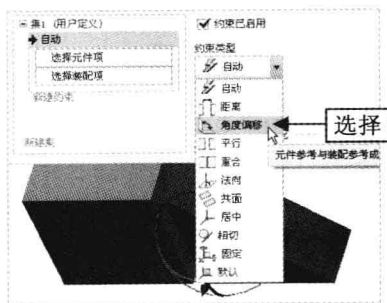

图 11-24 选择“角度偏移”选项
Step 02 采用与上同样的方法，打开一个零件，同时弹出“元件放置”选项卡，单击“放置”按钮，弹出“放置”下滑面板，单击“约束类型”右侧的下拉按钮，在弹出的下拉列表中选择“角度偏移”选项，如图 11-24 所示。